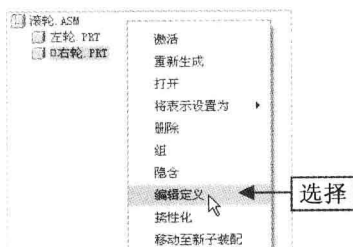

图 11-64 选择“编辑定义”命令
Step 02 在绘图区选择合适的零件，单击鼠标右键，在弹出的快捷菜单中选择“编辑定义”命令，如图 11-64 所示。